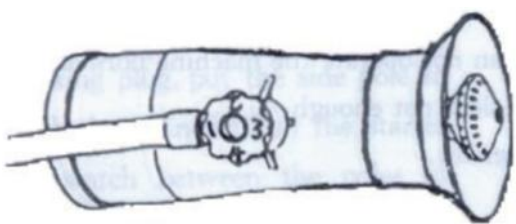

Fig. 9
(1) Spërkatja - Lironi kapakun e shtypjes, rregulloni gjatësinë e vrimës së grykës për të përmbushur kërkesat e ndryshme të spërkatjes. Ktheni valvulën rregulluese për të ndryshuar sasinë e spërkatjes. Shih Fig. 9.